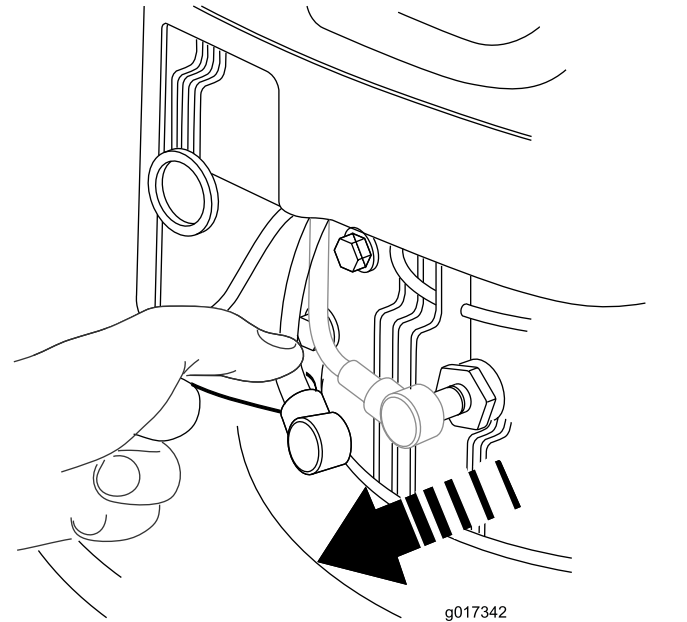

Bild 20
2. Ziehen Sie den Zündkerzenstecker (Bild 20) ab, bevor Sie Wartungsarbeiten ausführen.